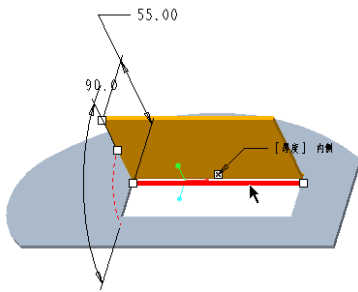

图 1-134 指定连接边
(1) 在功能区“模型”选项卡的“形状”组中单击 （法兰）按钮。
(2) 默认的法兰壁轮廓形状选项为“I”，选择图 1-134 所示的边线作为连接边。注意“凸缘”选项卡的“放置”面板中默认勾选“允许自动排除段”复选框。